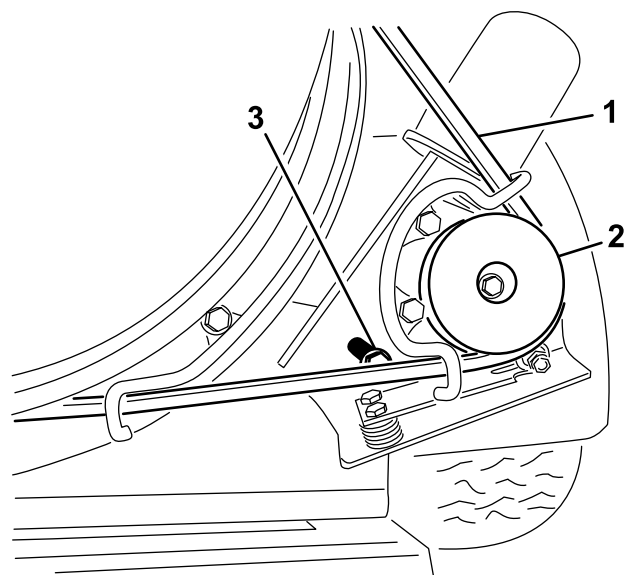

Figura 34
1. Desaperte os parafusos que fixam o suporte de montagem da polia ao chassis do soprador (Figura 34).